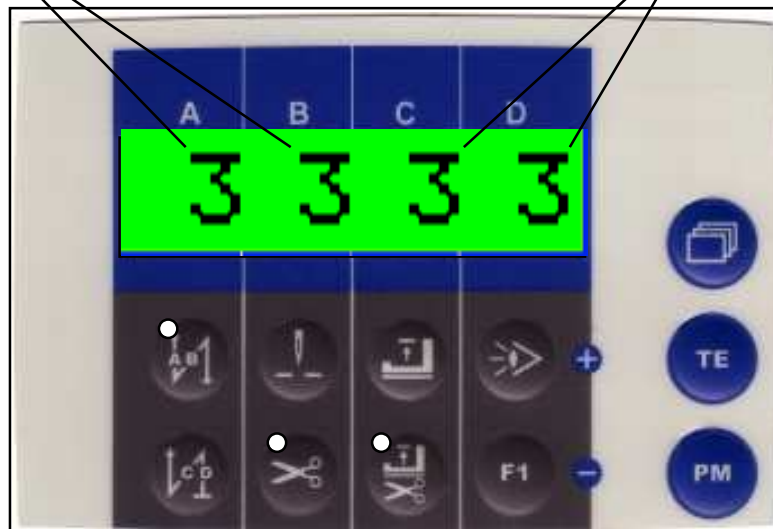

Abb. 8.8
Anzeige im Display (**Abb.8.8**)
6.8 **Blättern-Taste** drücken bis die Anzeige **Abb.8.8** erscheint